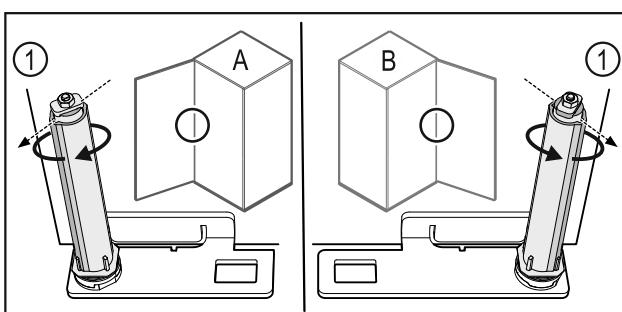

Fig. 56 Отваряне наляво (A) / отваряне надясно (B)
- Въртете затварящата система срещу съпротивлението, докато реброто на затварящата система Fig. 56 (1) сочи навън.